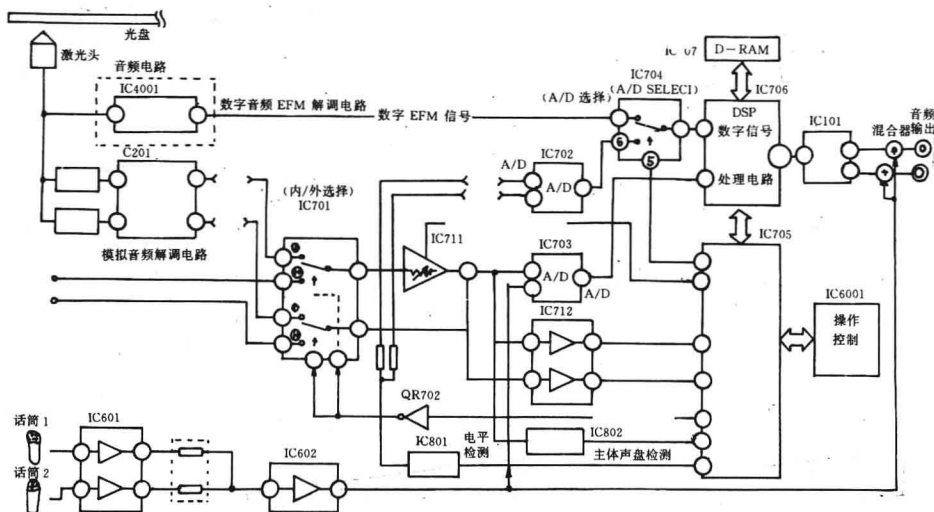

图 73 松下 LX-K770 型机卡拉 OK 电路
(3) 卡拉 OK 电路
卡拉 OK 电路如图 73 所示(以松下 LX-K770 为例)。该电路的音频信号处理电路的音源有四种:①录制在碟片上数字伴音信号;②录制在碟片的模拟伴音信号;③从音频输入接送来的音频信号;④从话筒输入的话筒信号。这些信号可以进行开关控制和各种处理,从而实现了各个功能和不同的效果。从该电路来看 IC4001 为数字音频解调电路,LD 数字伴音和 CD 碟